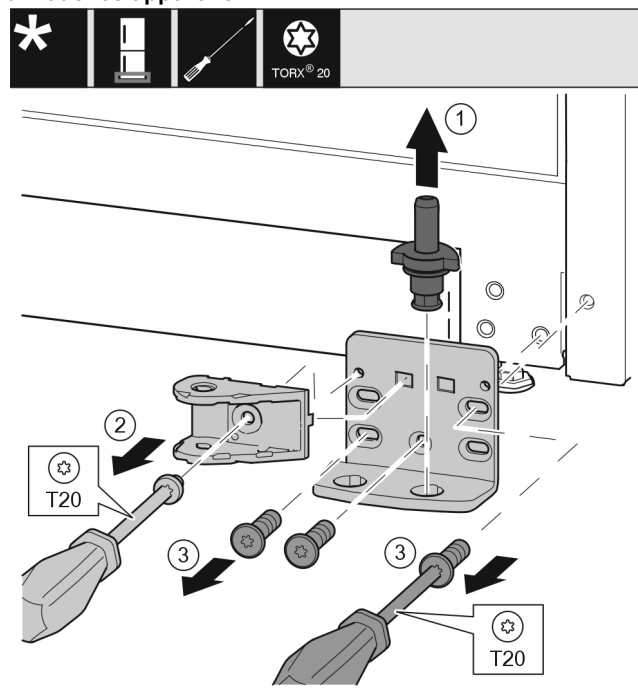

Fig. 34 *
- ▶ Sortir complètement l'axe de palier par le haut. Fig. 34 (1)*
- ▶ Desserrer la vis avec le tournevis T20 et enlever le joint amortisseur de fermeture. Fig. 34 (2)
- Desserrer les vis avec le tournevis T20 et enlever le support de palier. *Fig. 34 (3)**